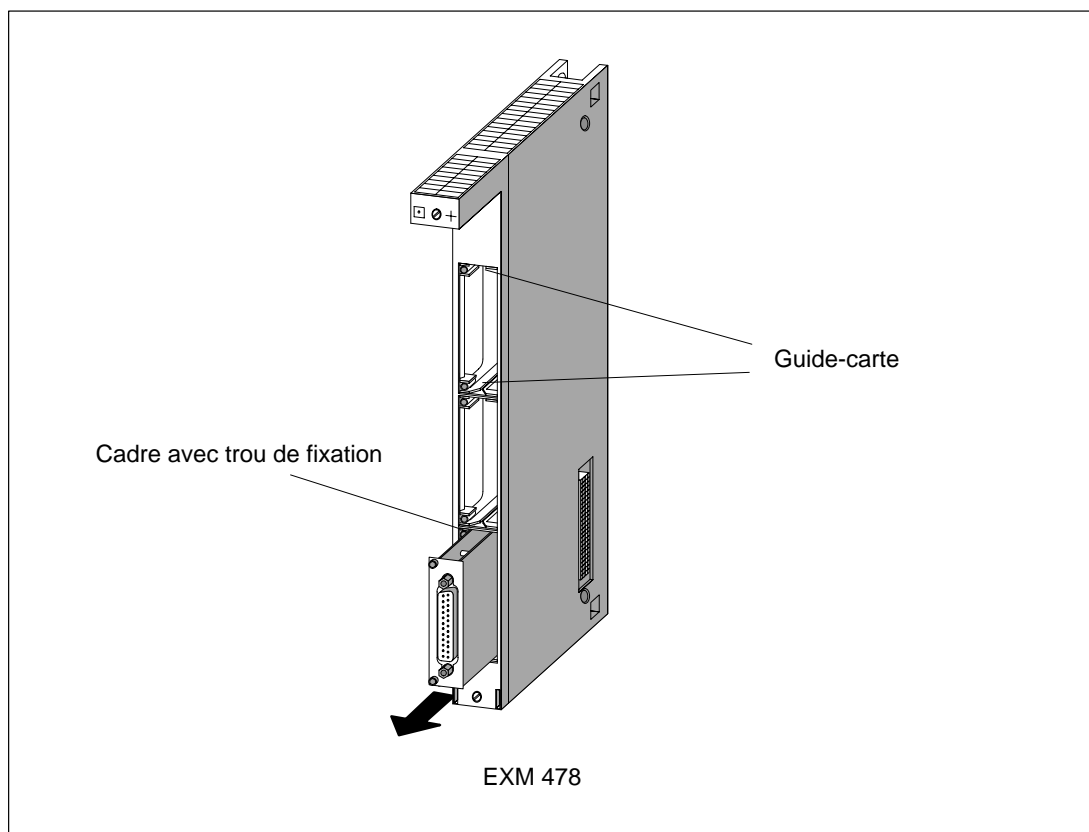

Figure 8-21 Extraction de la cartouche interface d'un module d'extension
6. Avec précaution, tirez la cartouche interface vers vous pour la dégager des guide-cartes du logement (voir figure 8-21).